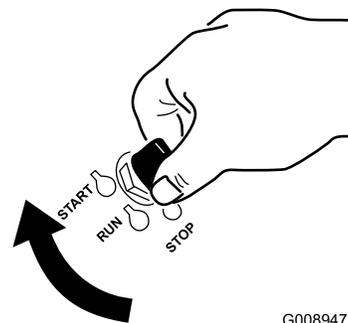

図 14
1. 始動キーを Start 位置に回す (図 14)。エンジンが始動したら、キーから手を離す。